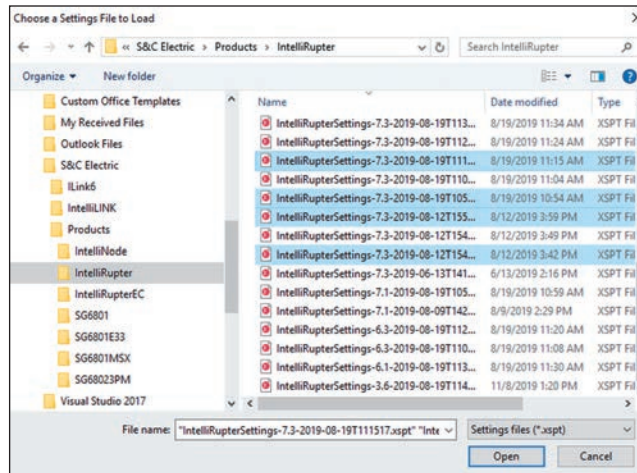

Figura 54. Aparece la ventana de diálogo Elegir un Archivo de Ajustes para Cargar.
**PASO 4.** Pulse la tecla <Enter> del teclado para ejecutar el script. Se abrirá la ventana de diálogo Source Revision Ch... . Ver Figura 54.
**PASO 6.** Cuando se abra la ventana de diálogo Choose a Settings File to Load (Seleccionar un Archivo de Ajustes para Cargar), busque la carpeta que contenga los archivos .xspt del interruptor de fallas IntelliRupter con base en la selección de archivos realizada en el Paso 5. Seleccione el(los) archivo(s) que desea convertir y haga clic en el botón **Open (Abrir)**. Ver Figura 54.